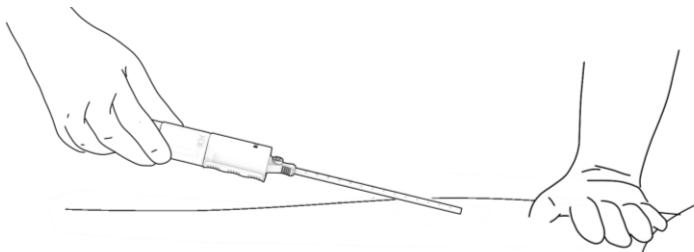

Abbildung 17. Entfernen des entfalteten Geräts.
- c. Das Abgabesystem vorsichtig aus dem Gewebetrakt ziehen. Abbildung 17.